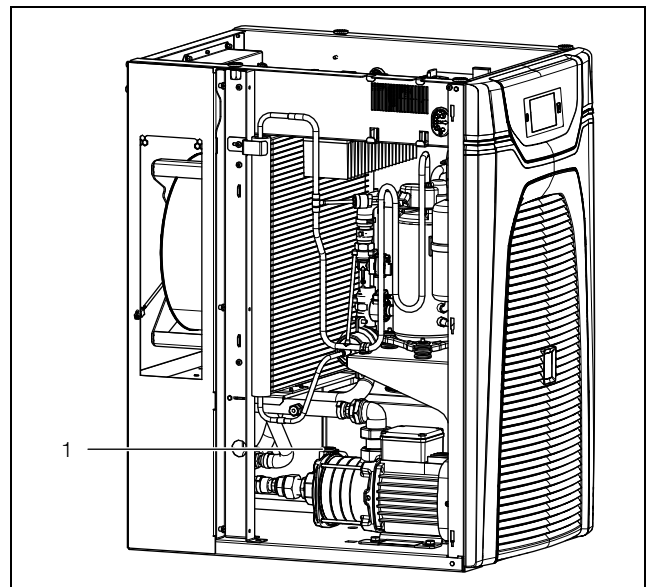

Imagen 42: Purgado de la bomba del medio refrigerante
- Purgue la bomba del medio refrigerante (en reposo) abriendo el tornillo de purga (imagen 42, pos. 1). La purga de la bomba concluye en el momento que rebosa medio refrigerante del tornillo de purga.